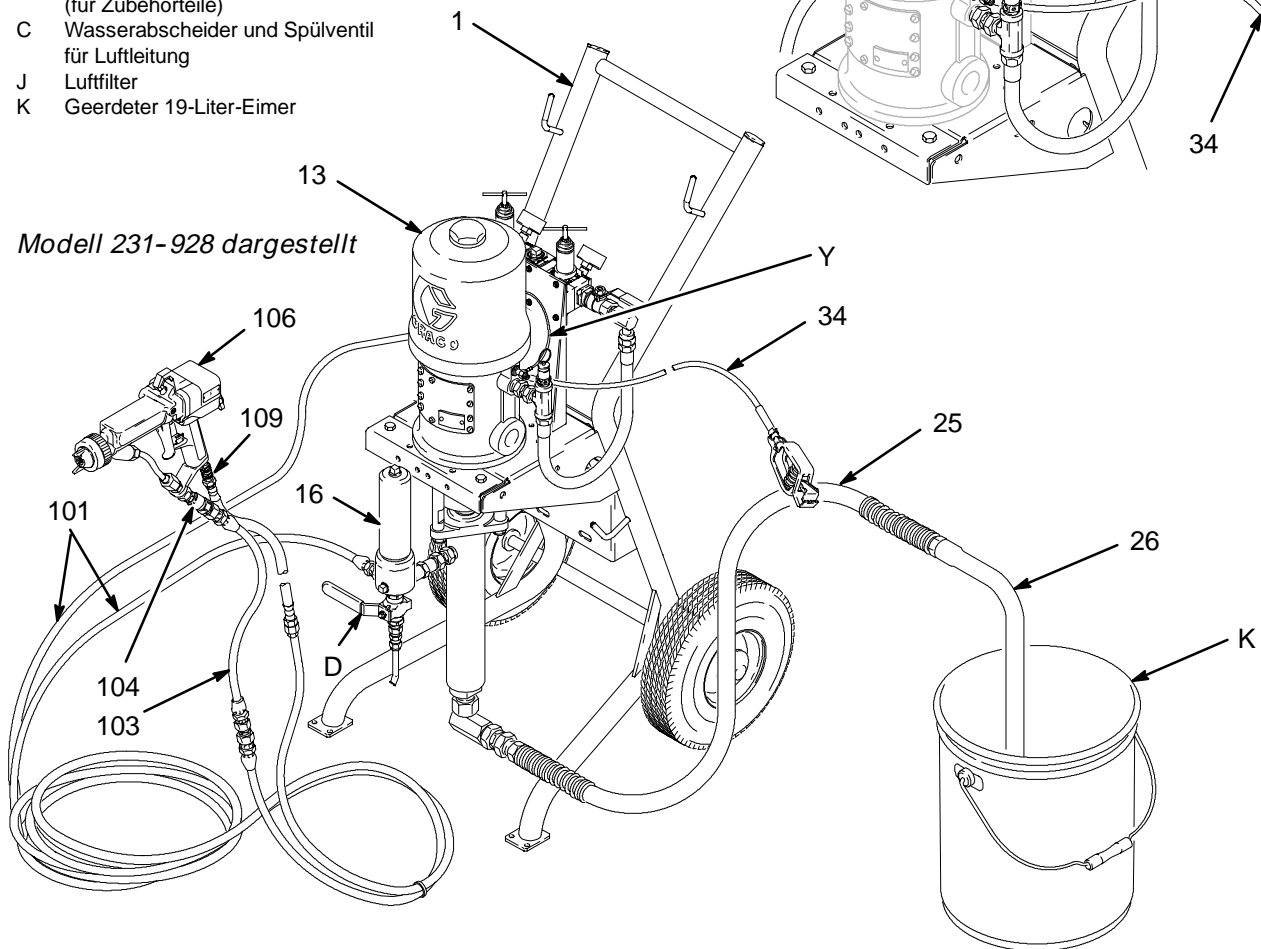

Abb. 3
Abb. 3 stellt nur eine Hilfe für die Auswahl und den Einbau von Systemkomponenten und Zubehörteilen dar. Der Graco-Händler hilft gerne bei der Zusammenstellung eines Systems, das Ihren besonderen Anforderungen entspricht.
Siehe Abb. 3. Druckluftzufuhrleitung (A) vom Kompressor zur Pumpe verlegen. Sicherstellen, daß alle Luftschläuche den Anforderungen des Systems in bezug auf Größe und zulässigen Betriebsüberdruck entsprechen. Nur elektrisch leitfähige Schläuche verwenden. Der Luftschlauch sollte ein 3/8"NPT(A)-Gewinde haben.
Siehe Abb. 3.